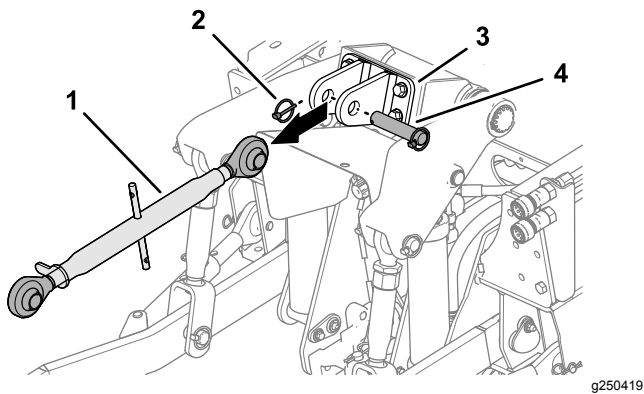

Figura 25
- Se estiver instalado, retire o pino de sujeição, o passador de forquilha e a ligação de 3 pontos superior do suporte da ligação superior (Figura 25).